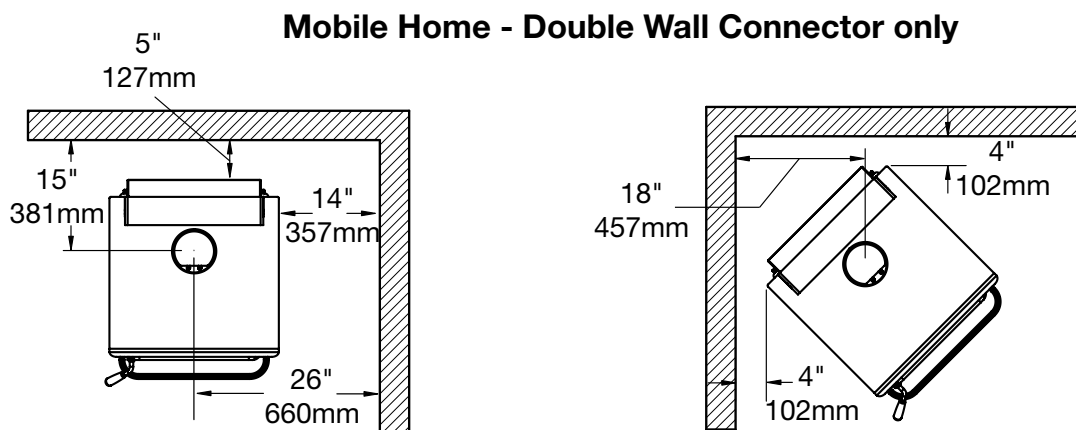

Figure 11: Super LE Minimum clearances - Mobile Home.
1. Placer le poêle et la protection du plancher en fonction du trou d'entrée d'air de combustion en s'assurant que les dégagements sont conformes à l'étiquette signalétique et tels qu'indiqués à la figure 11.